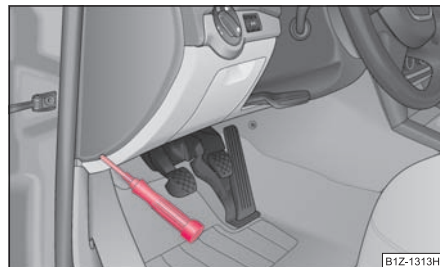

Fig. 237 Cubierta de fusibles: lado izquierdo del cuadro de instrumentos
- Retire la tapa de los fusibles en el lado del cuadro de instrumentos con ayuda de un destornillador ⇒ **fig. 237**, o la tapa de los fusibles en el vano motor ⇒ **página 266**.